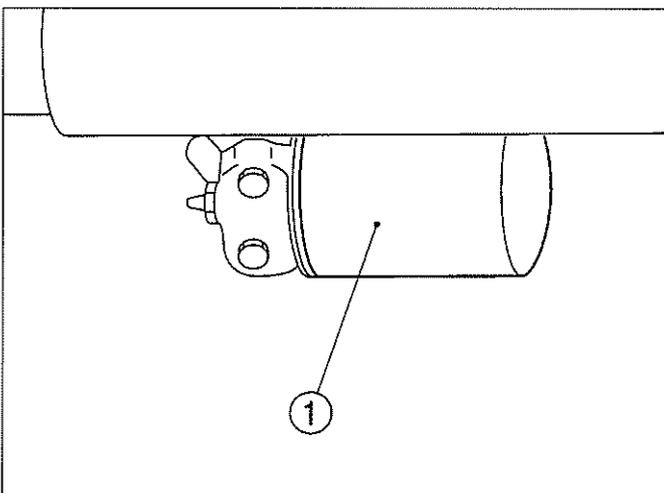

FIG.47 / ABB. 47 / FIG. 47
FIG. 47 : Remplacez le filtre à huile hydraulique une fois l'huile évacuée. Dévissez soigneusement le filtre à huile (1) de son support. L'utilisation d'une clé peut s'avérer nécessaire.